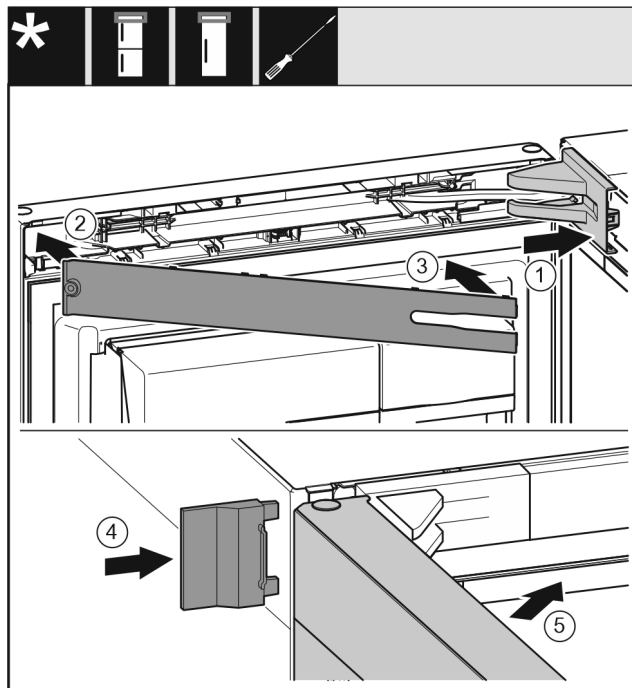

Fig. 44
- ▶ Uzlieciet un nofiksējiet gultņa balsta pārsegu *Fig. 44 (1)*, ja nepieciešams, uzmanīgi atspiediet.
- ▶ Uzlieciet aizsegu *Fig. 44 (2)*.
- ▶ Pievirziet un nofiksējiet aizsegu *Fig. 44 (3)*.
- ▶ Uzbīdīet ārējo pārsegu *Fig. 44 (4)*.
- ▶ Aizveriet augšējās durvis *Fig. 44 (5)*.